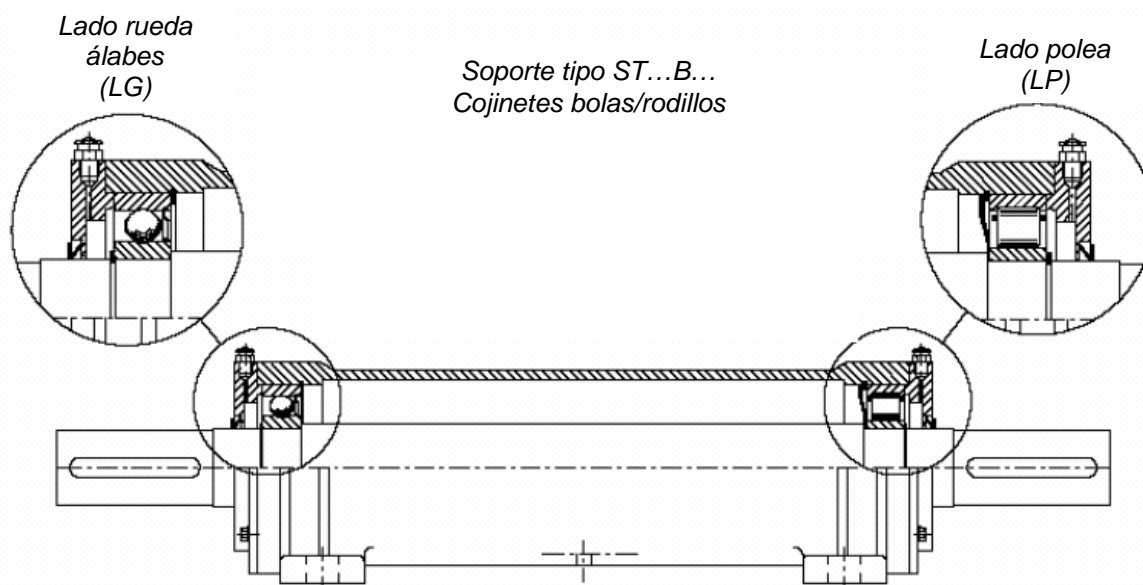

Figura 10-11 Soporte monobloque ST...B... con cojinete radial de bolas por el lado de la rueda de álabes y de rodillos por el lado de la transmisión
- Soporte tipo ST...B... con cojinete rígido de rodillos por el lado de la transmisión (Figura 10-11). El lado en que se halla el cojinete de rodillos tiene un punzonado CR en el árbol.
Fijarse en el sentido de colocación del elemento paragrasa (Figura 10-11 y Foto 55).